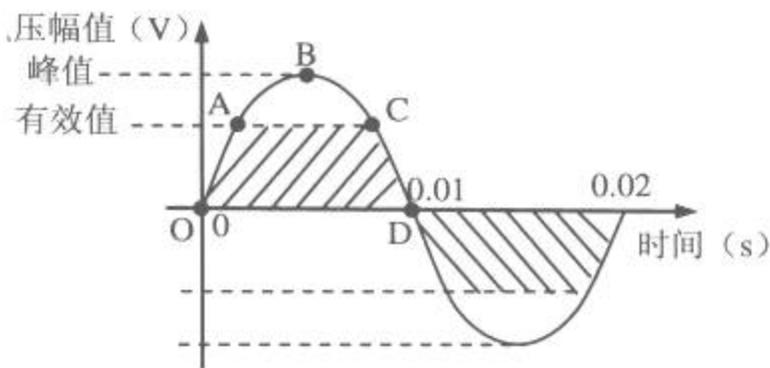

图 2-1 交流电的特性波形图
我们已知道，人们普遍使用的市电是正弦波交流电，交流市电的特性是：有效值为 220V，峰值等于有效值的 $\sqrt{2}$ 倍，频率为 50Hz，周期 (T) 是 0.02s。交流电的波形如图 2-1 所示。